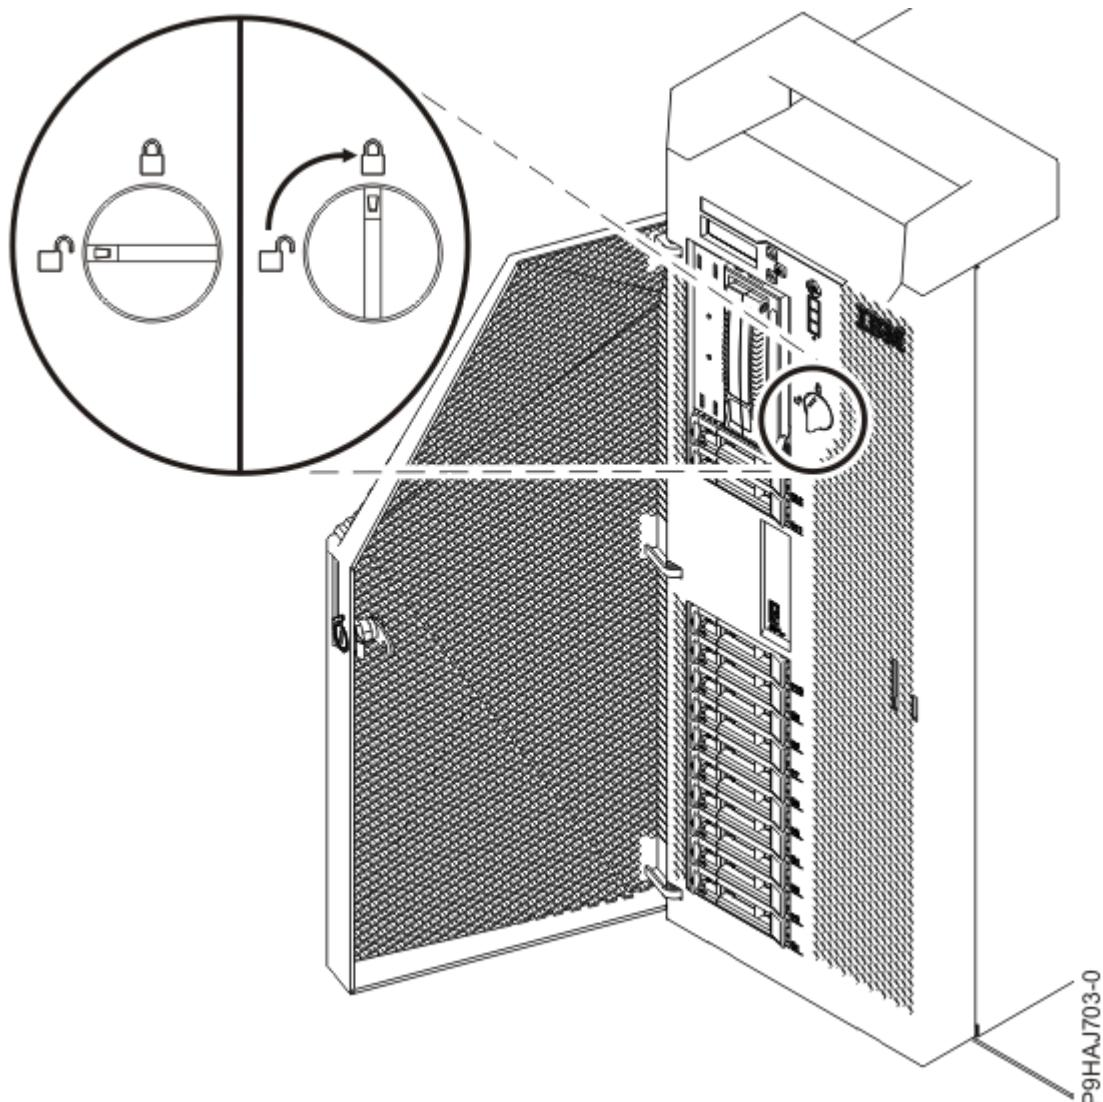

図 135. 前面カバー・ラッチのクローズ
- d) カバー・ラッチを右(時計回り)にひねってカバーをロックします(140 ページの図 135 を参照)。垂直方向がロック状態で、水平方向がアンロック状態です。